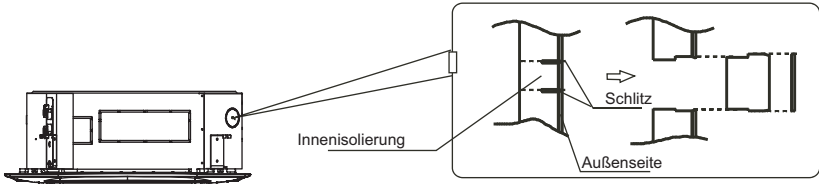

Abb. 5-4
- Schneiden Sie die Innenisolierung des Gerätes mit einem Messer ab (Siehe Abb.5-4).